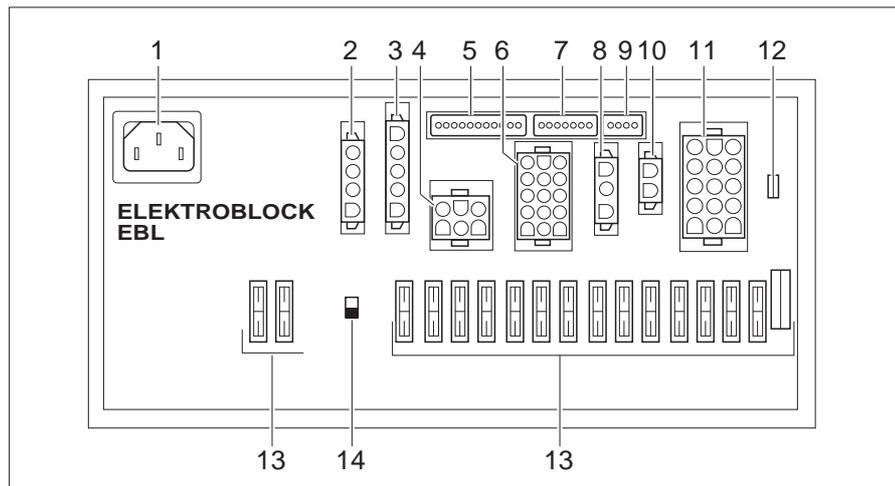

Bild 193 Elektroblock (EBL 102)
**Einbauort** Je nach Modell ist der Elektroblock (Bild 193) in der Sitzkonsole unter dem Fahrersitz oder unter dem Beifahrersitz eingebaut.
Je nach Modell ist der Elektroblock (Bild 193) in der Sitzkonsole unter dem Fahrersitz oder unter dem Beifahrersitz eingebaut.